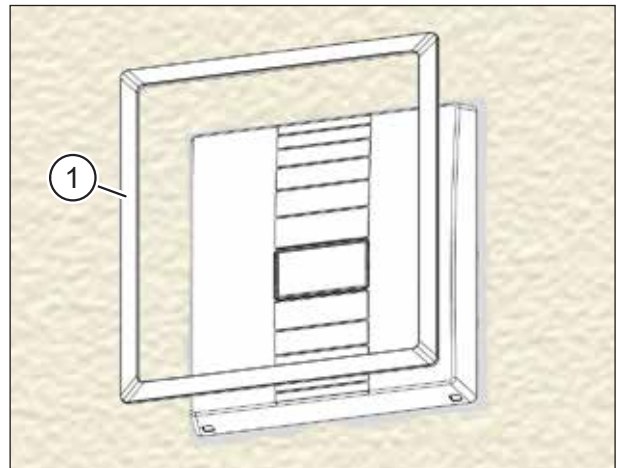

Abb. 47: Blendrahmen aufsetzen
- ▶ Schieben Sie den Blendrahmen (Pos. 1 in Abb. 47) über das installierte Lüftungsgerät, bis er an der Innenwand anliegt.